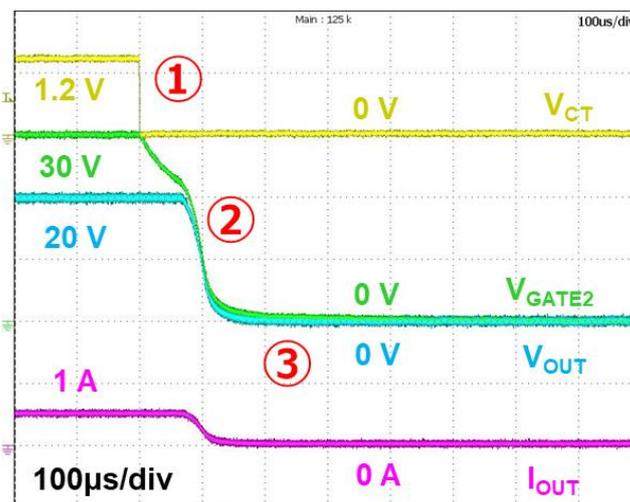

図 7.4 ターンオフ動作 (VGATE2)
図 7.4 は、VGATE2 端子のターンオフ動作です。VCT 端子がオフされると (①)、 V_{GATE2} および V_{OUT} が降圧します (②)。 $V_{GATE2} - V_{OUT}$ が外付け MOSFET のゲートしきい値電圧 V_{th} を下回ったとき、 V_{OUT} と I_{OUT} が完全にゼロとなります (③)。